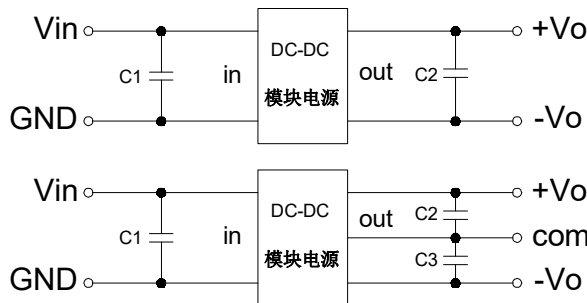

图 3
① 输出负载要求
② 推荐电路
- a、为确保有效减少输入输出纹波和噪声，可在输入输出端连接一个电容滤波网，应用电路见下图 3；但应选用合适的滤波电容，若电容过大，可能影响产品启动，为确保每一路输出在安全可靠的条件工作，推荐容性负载值详见下表 1。（但对于实际输出功率小于 0.5W 的应用电路，建议不外接电容）